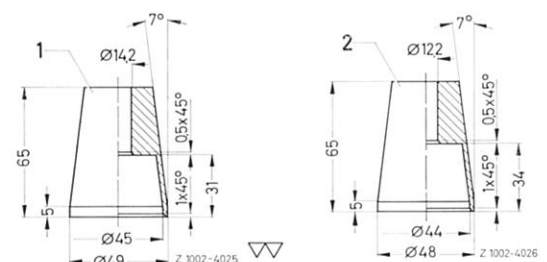

Bild 33–7/8 a
12 Traggelenk unter Verwendung der Vorrichtung (66) aus dem Querlenker pressen (Bild 33–7/9).